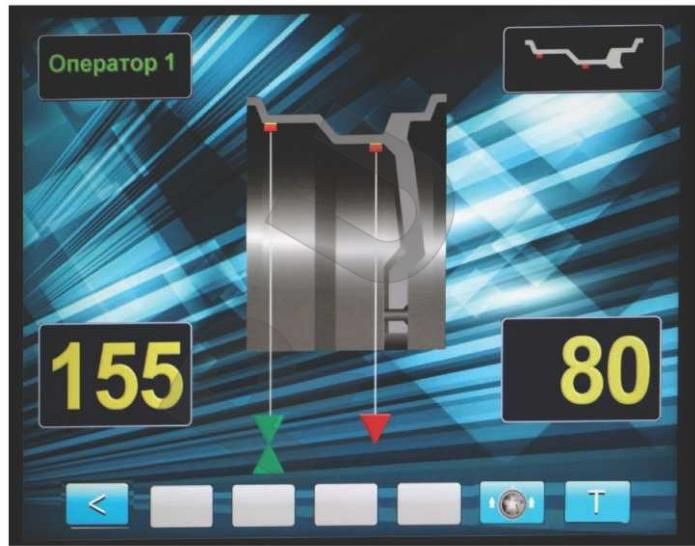

рис.13.2.
12.3. Выдвигайте штангу, следя за перемещением нижнего красного треугольника. В момент, когда штанга будет выдвинута на величину дистанции равную дистанции при задании положения груза в режиме «AUTOPROGRAMM» (см. п. 11.2 и 11.3) нижний треугольник совместится с треугольником, отмечающим положение груза, при этом изображения обоих треугольников станут зелёными (рис.13.2 и 13.3) и прозвучит звуковой сигнал.